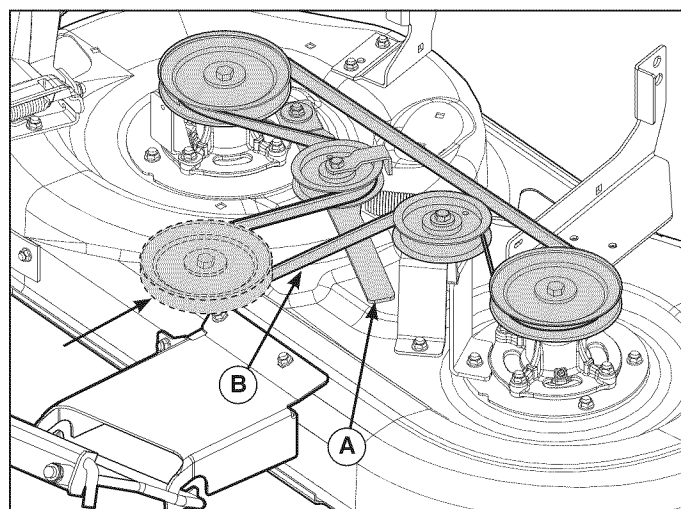

Figura 16
3. Tire la palanca de la polea tensora (A, Figura 16) para liberar la tensión de la correa. Retire la correa (B) de la polea PTO (C).